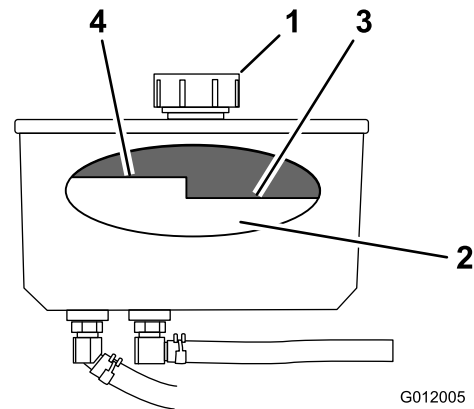

Figure 81
4. Nettoyez la surface autour du bouchon et du goulot de remplissage du réservoir hydraulique (Figure 81).
5. Enlevez le bouchon du goulot de remplissage (Figure 81).
**Remarque:** Lorsque l'huile est chaude, le niveau doit être en dessous du repère « à chaud » sur le déflecteur (Figure 81).